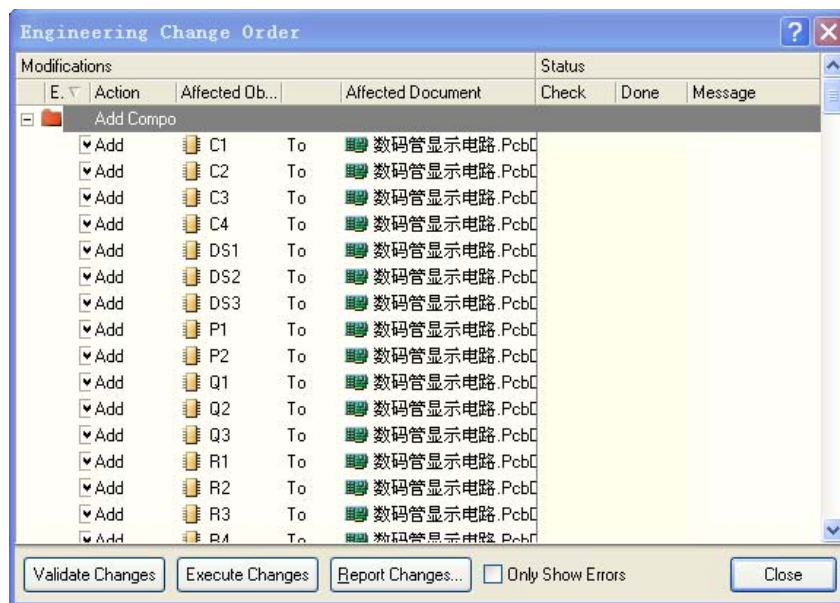

图9-4 “Engineering Change Order”对话框
- (1) 在原理图编辑器下，用封装管理器检查每个元件的封装是否正确（3.3节中已介绍），打开封装管理器Tools → Footprint Manager。
- (2) 在主菜单中选择“Design”→“Import Changes From 数码管显示电路.PrjPcb”命令，打开如图9-4所示的“Engineering Change Order”对话框。